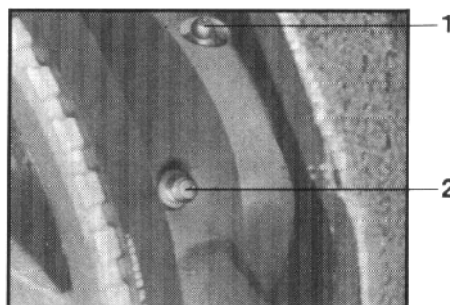

Рис.12.
- ⇒ Место нанесения смазки 1 для подшипника несущего вала доступно через отверстие для рычага (см. рис. 12)
- ⇒ Место нанесения смазки 3 для конусообразного роликоподшипника (см. рис. 12)